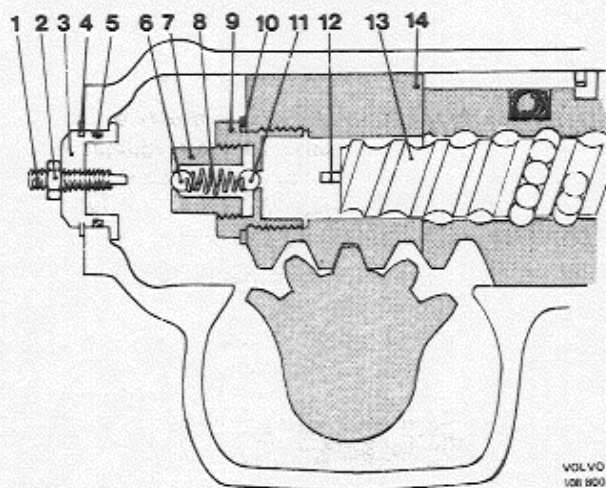

Abb. 60 Funktionsaufnahme, Lenkbegrenzungsmechanismus
Die Konstruktion der hydr. Lenkbegrenzung geht aus Abb. 60 hervor.
Um die Beanspruchung des Lenkgestänges und der übrigen mech. Lenkungsteile bei vollem Lenkradeinschlag zu mindern, ist das Servolenkgetriebe mit einem hydr. wirkenden Lenkbegrenzungsmechanismus (Abb. 60) versehen, der wie folgt funktioniert:
Bei Rechtseinschlag (vgl. Abb. 58) wird die innere Ventilkugel (11, Abb. 60) vom inneren Kolbendruck entgegen der Kraft der Feder (8) aufgedrückt, die zunächst die äußere Ventilkugel (6) auf ihren Sitz gedrückt hält. Kurz bevor der Kraftkolben seine Endstellung anfährt, wird diese vom Dorn der Einstellschraube (1) aufgedrückt, so daß das Servoöl bei gleichzeitiger Druckreduzierung vorbeiströmen kann. Auf diese Weise ist im Kolbentotpunkt kein Servoöl wirksam.